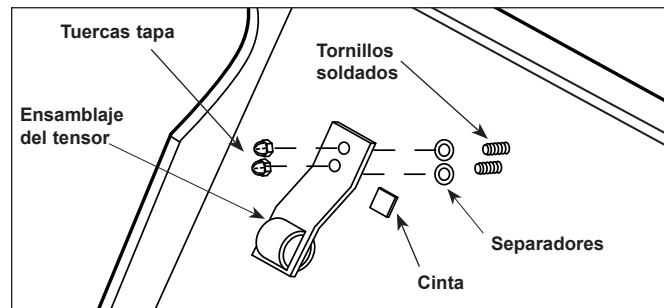

Figura 15. Cambio del ensamblaje del tensor del rodillo
1. Retire las tuercas tapa y el ensamblaje del tensor de rodillo existente (Figura 15).